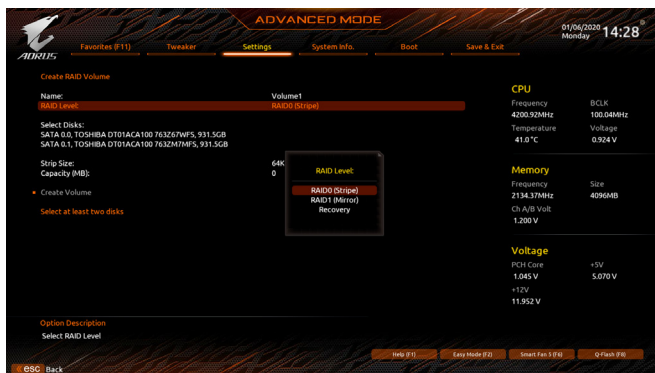

图8
在「Intel(R) Rapid Storage Technology」画面时,请在「Create RAID Volume」选项按<Enter>键,进入「Create RAID Volume」画面,首先在「Name」选项自订磁盘阵列名称,字数最多可至16个字母但不能有特殊字元,设置好后按<Enter>键。接着使用下键移动至「RAID Level」选项选择要制作的RAID模式(图8)。RAID模式选项有:RAID 0、RAID 1、RAID 10及RAID 5(可选择的RAID模式会依据所安装的硬盘总数而定)。选择好RAID模式后,再按下键移动至「Select Disks」选项。